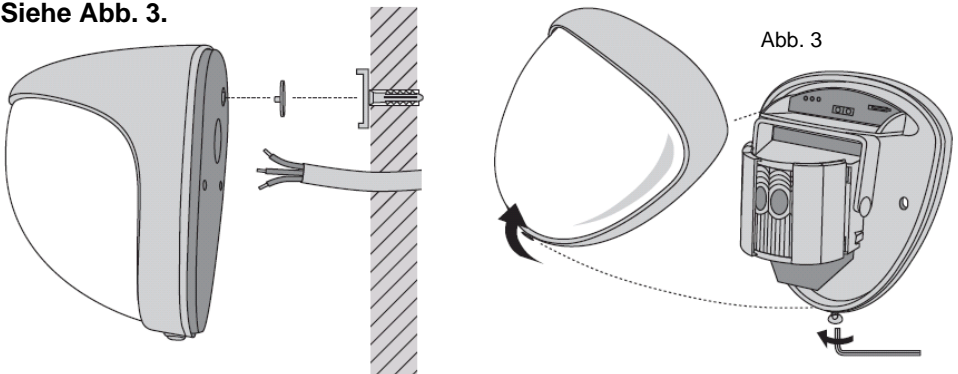
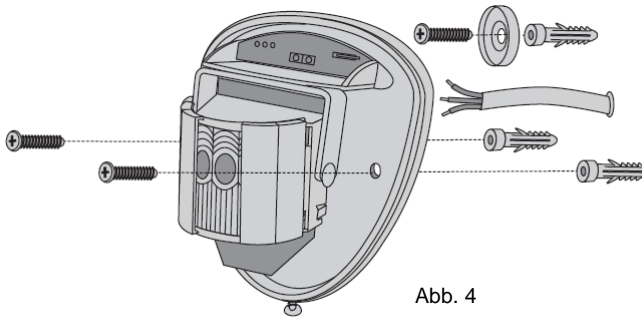
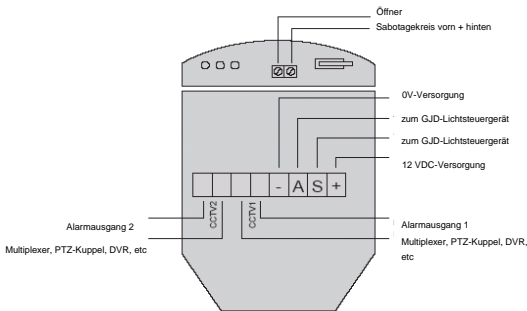

Abb. 2
Abb. 4
Abb. 7
- 3) Führen Sie das standardmäßige 12-adrige Alarmkabel durch den Kabeleingang; isolieren Sie die Drähte und verbinden Sie diese mit dem abnehmbaren Klemmenblock, Abb. 7. Schrauben Sie das Gerät an die Wand und stellen Sie sicher, dass der Sicherungsstift richtig positioniert und der Sicherungsschalter geschlossen ist. **Siehe Abb. 4 und 5.** Für die Montage werden zwei KlemmfüÙe als Reserve mitgeliefert. Ein Fuß ist 1 mm weiter, der andere 2 mm weiter als ursprünglich angepasst. Der Klemmfuß stellt eine Steckverbindung dar und kann durch vorsichtiges Ziehen vom Stift entfernt werden. **Siehe Abb. 2.**